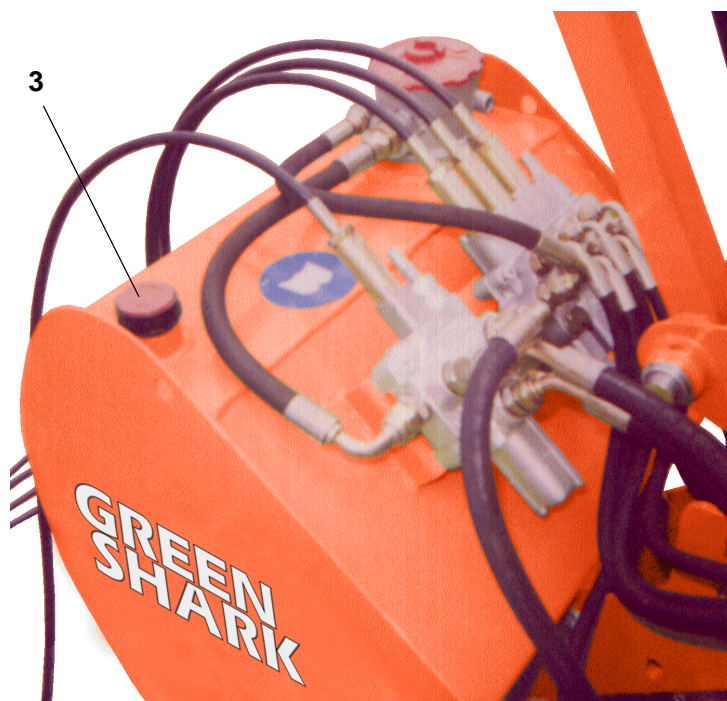

Fig. 6-2 Kontroll av oljenivå
- Kontrollera oljenivån i tanken vid påfyllningspluggen 3 (Fig. 6-2). När maskinen står i viloläge på plant underlag måste pluggens mätsticka nå ner 10 mm i oljan när hydraulsystemet är fyllt med olja. Fyll vid behov på med olja "ISO/UNI HM 46".